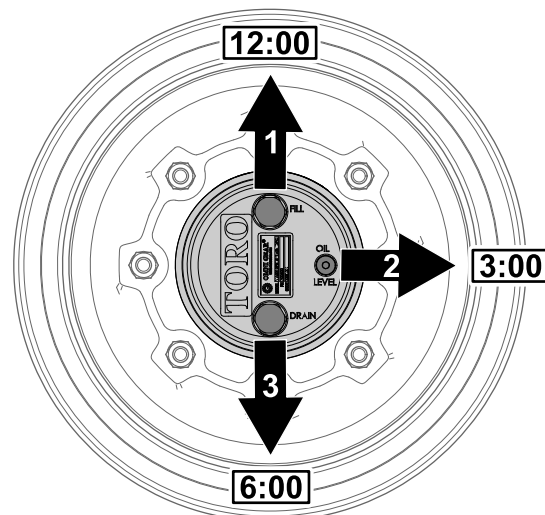

Figura 65
1. Aparque la máquina en una superficie nivelada y coloque la rueda con el tapón de llenado en la posición de las 12, el tapón de verificación en la posición de las 3 y el tapón de vaciado en la posición de las 6 (**Figura 65**).
2. Retire el tapón de verificación de la posición de las 3 (**Figura 65**).
1. Aparque la máquina en una superficie nivelada y coloque la rueda con el tapón de llenado en la posición de las 12, el tapón de verificación en la posición de las 3 y el tapón de vaciado en la posición de las 6; consulte la Figura 65 en Comprobación del lubricante de la caja de engranajes planetarios (página 63).